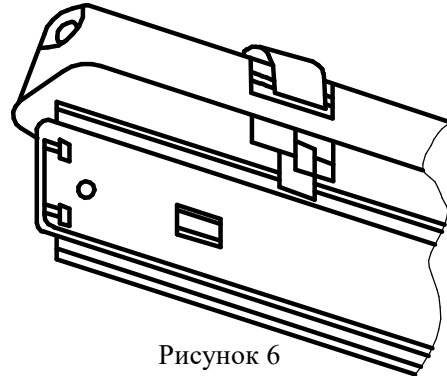

Рисунок 6
6.4 Подвесьте панель в сборе в корпусе в сборе за боковые отверстия(3,5x10мм.) в панели (см.рис.6).